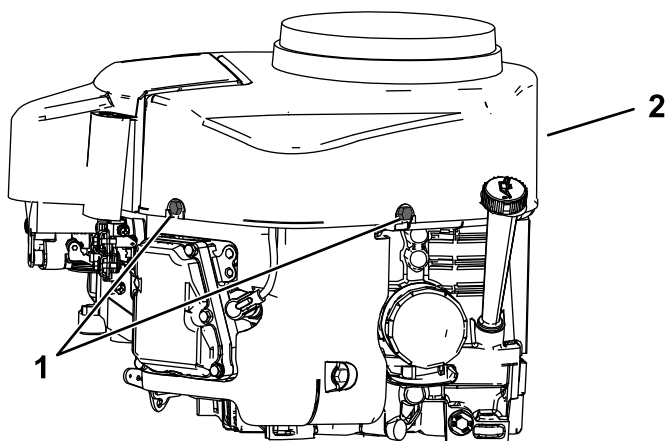

Figura 45
4. Afloje los pernos y retire la carcasa del ventilador (Figura 45).